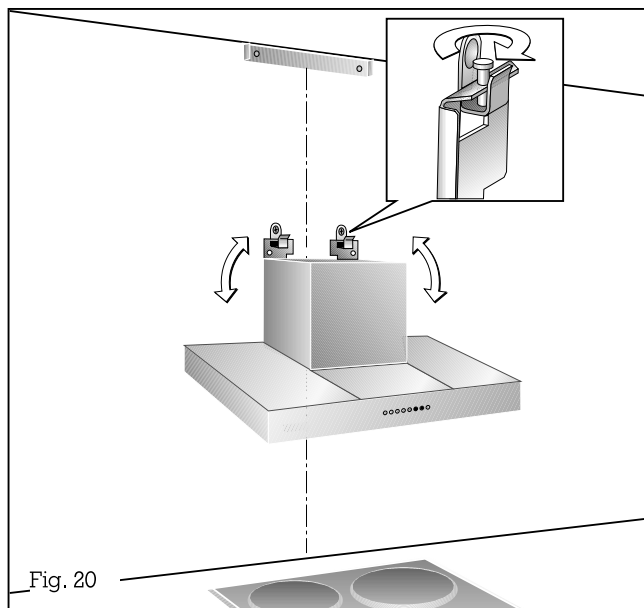

Fig. 20
- Häng upp spiskåpan i de båda krokarna. Justera upphängningen med krysspårskruvarna och rikta spiskåpan med hjälp av ett vattenpass (fig. 20).